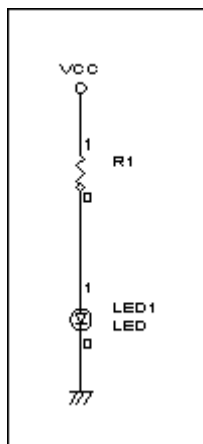

図1
1. 一番多く使われているのは、図1の回路です。電池の電圧が落ちてくると明るさと共に消費電流も少なくなりま